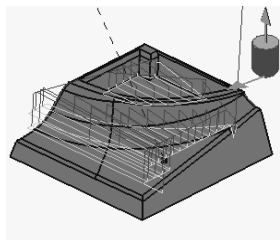

图 2-39 “One-way next” 示意图
- “One-way next”: 刀具沿单向进行切削, 相邻两个刀具路径之间都是顺铣或逆铣, 如图 2-39 所示。